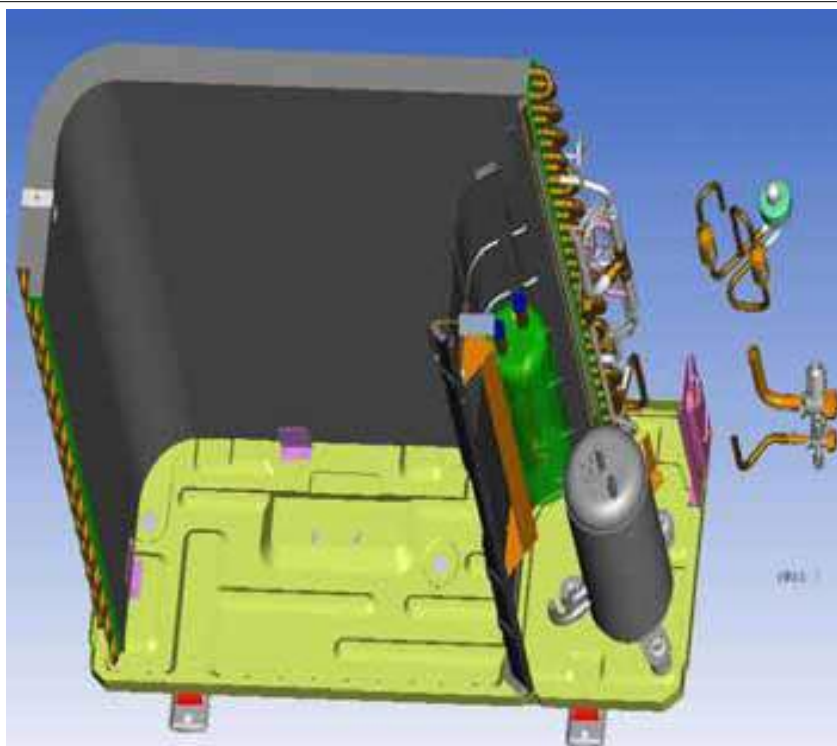

Рис.13
- Отпаяйте трубки подсоединенные к жидкостному клапану (см. рис. 13)